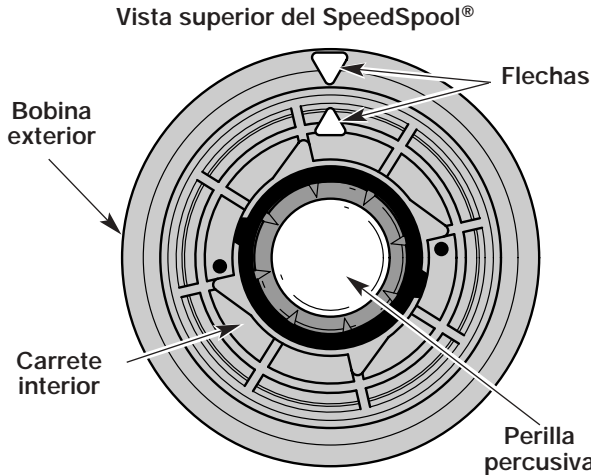

Fig. 16
2. Sostenga la bobina exterior. Bobine el carrete interior en sentido antihorario. Alinee la flecha del carrete interior con la flecha de la bobina exterior (Fig. 16).